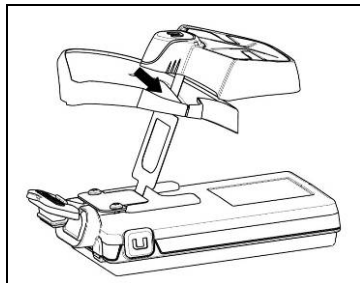

Fig. 4
- För in ESS-systemets FLEX-kabel i öppningen i vald adapter, enligt vad som visas, och i den riktning bilden visar (Fig. 4);